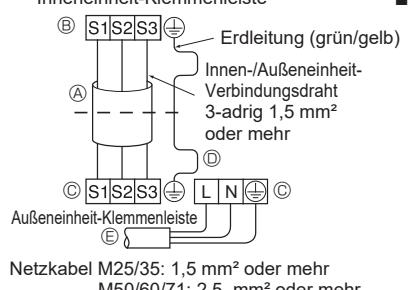
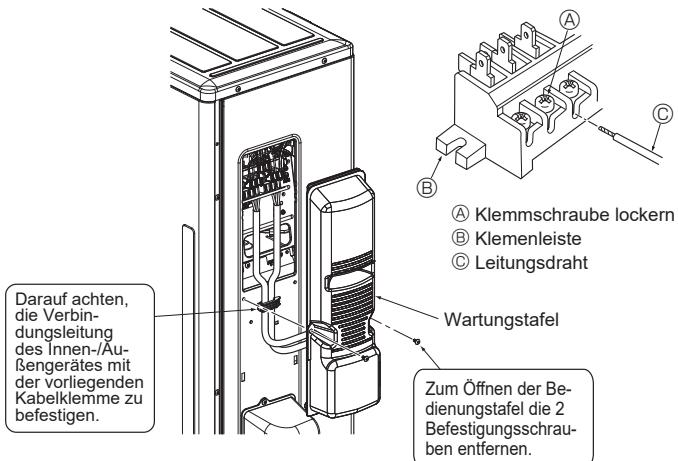

**Fig. 6-1**
Fig. 6-5
### 6.1. Außeneinheit (Fig. 6-1, Fig. 6-2, Fig. 6-3, Fig. 6-4, Fig. 6-5)
- ① Die Wartungstafel entfernen.
- ② Die Kabel wie in den Fig. 6-1, 6-2, 6-3, 6-4 und 6-5 gezeigt verlegen.